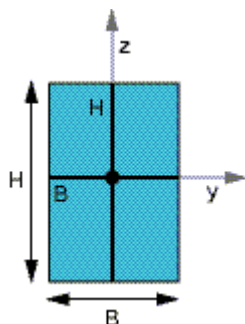

Рис. 2.19. Вид прямоугольного сечения.
Чтобы внести некоторую ясность, рассмотрим пример с прямоугольным поперечным сечением: в случае других типов рекомендуется изучение документации. На рис. 2.19 представлен вид прямоугольного сечения с параметрами из документации.
**B, H** – геометрические размеры: ширина и высота соответственно (см. рис. 2.19);